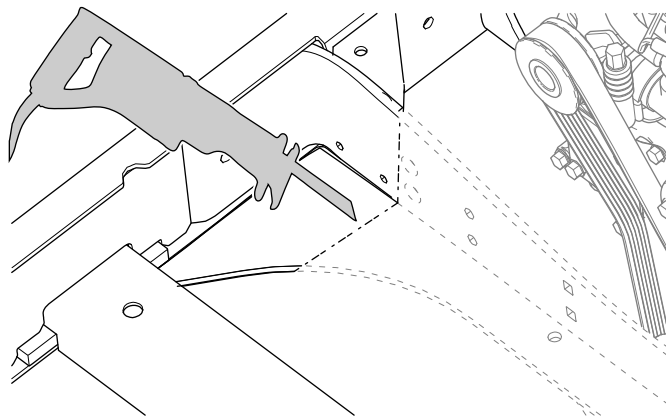

図 10
3. 往復式の金ノコを使用して、マーキングに沿って金属部をまっすぐに切断する 図 10。必要に応じてサンダーで切断面を平らに仕上げる。